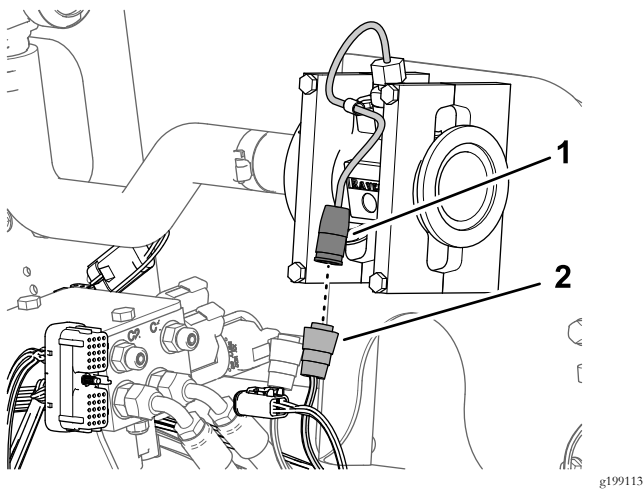

图85
- 将标有流量计的89cm线束支管3插槽接头接入流量计的3针接头**图85**。